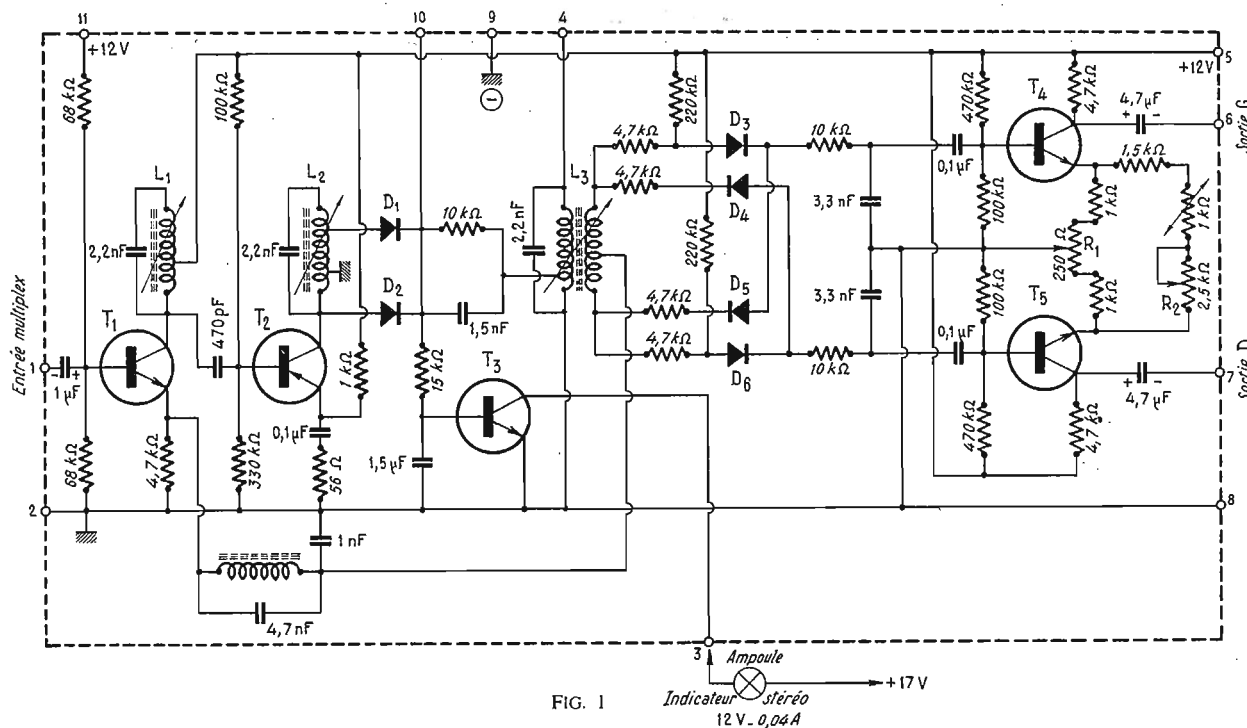

FIG. 1
- Equipé de 5 transistors et 6 diodes. Présenté sur un circuit imprimé de 139 x 45 x 33 mm. Le schéma de principe du détecteur stéréophonique multiplex est indiqué par la figure 1. Les tensions sont prélevées à la sortie